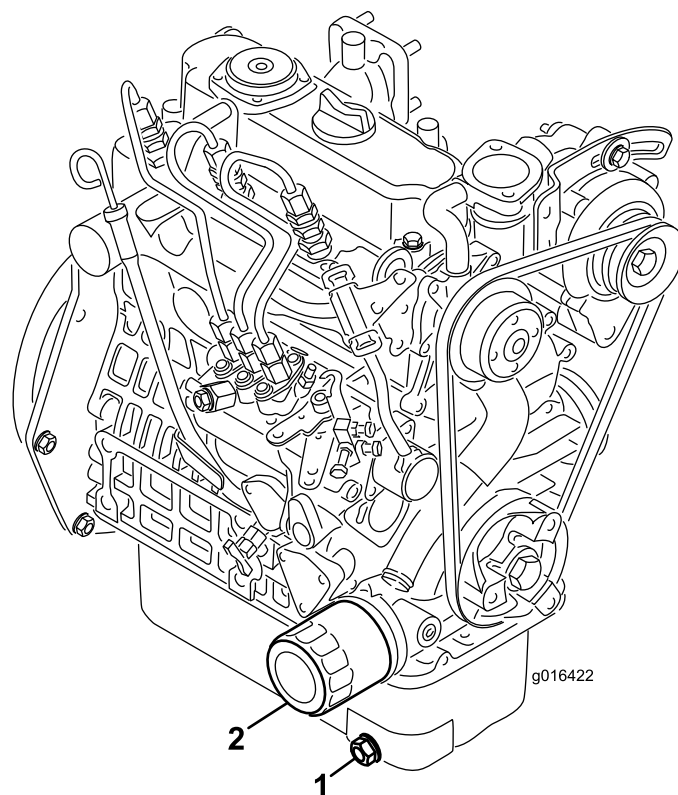

Figura 36
1. Retire el tapón de vaciado (Figura 36) y deje fluir el aceite a un recipiente apropiado. Cuando el aceite deje de fluir, coloque el tapón de vaciado.